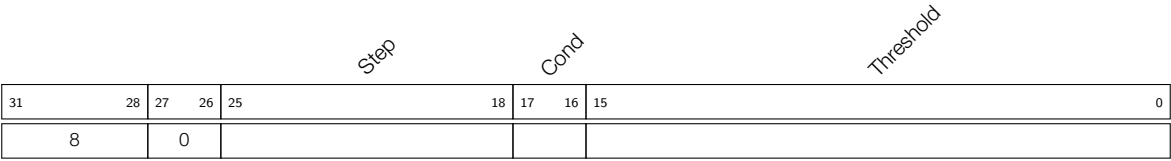

图 27-16. 指令类型 - JUMPR
**Operand**    **描述** - 见图 27-16